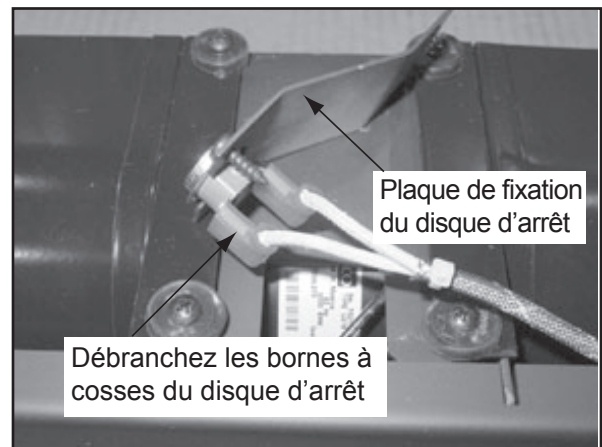

Figure 20.4
4. Enlevez la plaque de fixation du disque d'arrêt en dévissant les 2 vis autotaraudeuses au moyen d'un tournevis à tête cruciforme (**Figure 20.4**).
5. Déconnectez les connexions à cosses au disque d'arrêt (**Figure 20.4**).